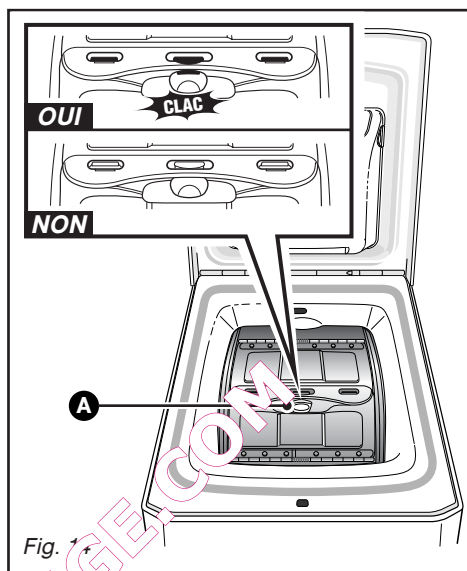

Fig. 14
- Ouvrez le tambour en appuyant sur le poussoir **A** situé sur le portillon avant (Fig. 14).
Vérifiez que les trois crochets et le lissage du poussoir sont bien visibles (Fig. 14).